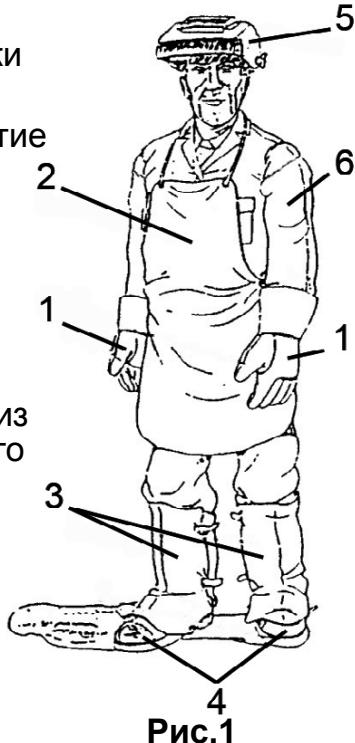

Рис.1
• Для защиты собственного тела используйте невоспламеняющуюся, плотно подогнанную одежду без карманов и отворотов на брюках. Перед тем как надеть одежду, с нее должны быть тщательно удалены масло и смазка. Используйте закрытую защитную обувь со стальными носками и с резиновыми подошвами (рис. 1).